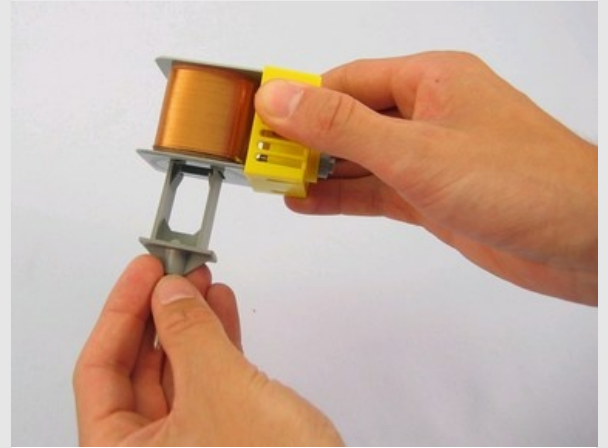

Abb. 1
- Setze das Modell des Galvanometers entsprechend der Abb. 1 und Abb. 2 zusammen: